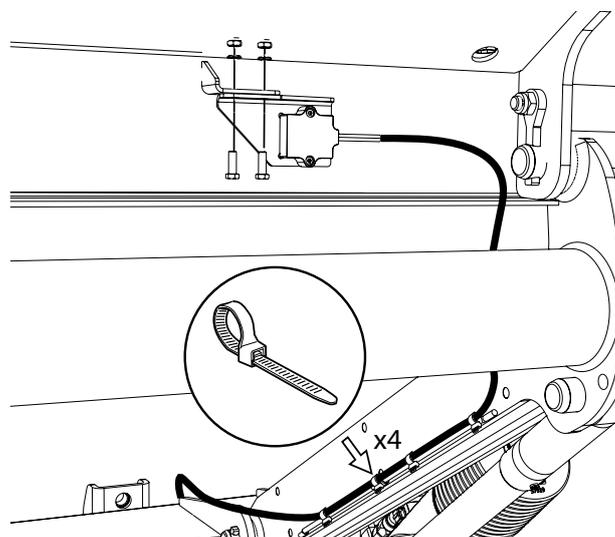

Figura 49. Montaje del inclinómetro
1. Montar el inclinómetro en la plataforma, utilizar los tornillos, las tuercas y las arandelas proporcionados y sujetar el cable con bridas, véase Figura 49.